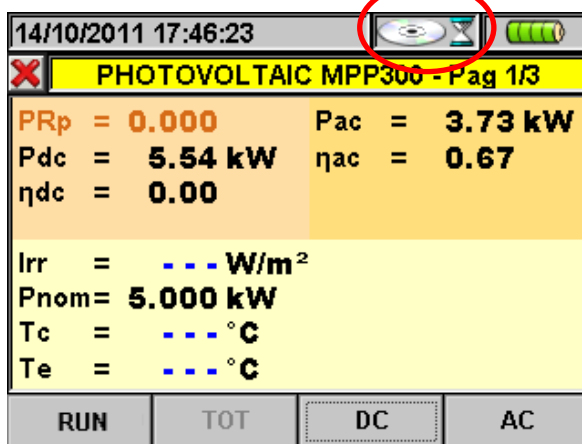
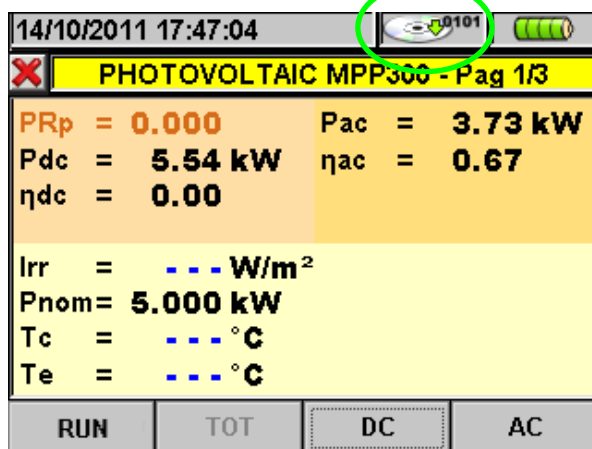

Abb. 9: Stand-by Modus
Abb. 10: Aufzeichnungsmodus
- a. Das SOLAR300N wird in den STAND-BY Modus wechseln und zur vollen Minute (bzw. wenn eine Startzeit manuell vorgegeben wurde solange warten) die Aufzeichnung beginnen. Der STAND-BY Modus und der Aufzeichnungsmodus werden durch das entsprechende ICON in der obersten Zeile des Bildschirms angezeigt (siehe Abb. 9 und Abb.10)
- Das Display vom SOLAR300N zeigt in der obersten Zeile „0101“ (siehe Abb.10)